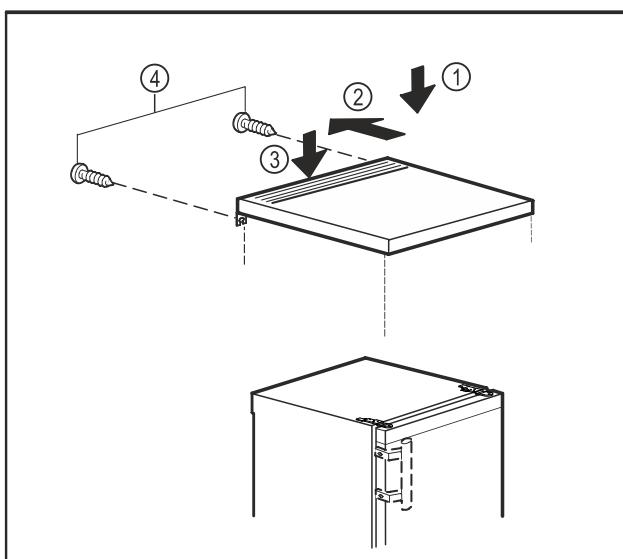

Fig. 19
- ▶ Položite mizno ploščo na napravo. Fig. 19 (1)
- ▶ Mizno ploščo potisnite nazaj. Fig. 19 (2)
- ▶ Mizno ploščo potisnite zadaj navzdol. Fig. 19 (3)
- ▶ Trdno privijte vijke na zadnji strani. Fig. 19 (4)